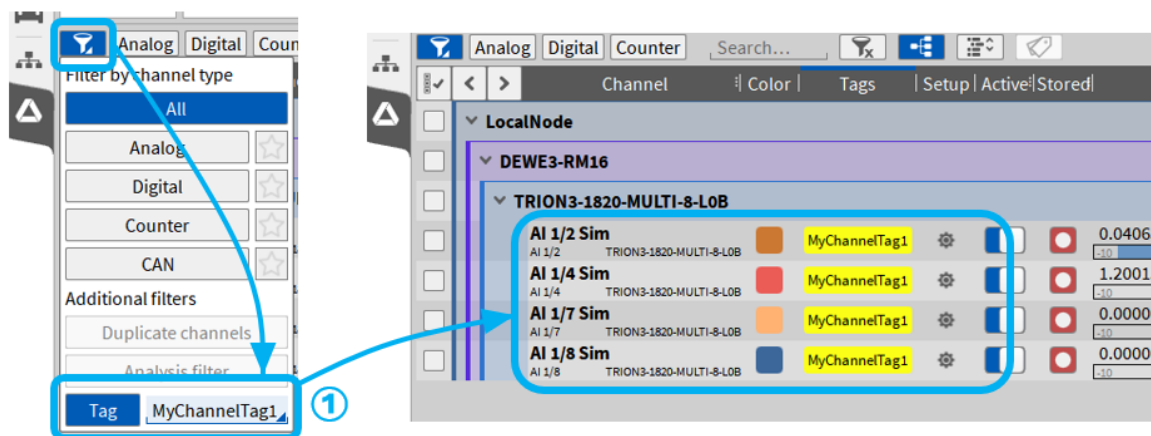

Abb. 7.15: Kanal-Tags in Filteroptionen
Wenn mindestens ein Kanal-Tag definiert wurde, wird eine zusätzliche Option für die Kanal-Tags im Abschnitt „Filteroptionen“ der OXYGEN-Kanalliste angezeigt (siehe ① in Abb. 7.15). Nach Auswahl eines Tags werden in der Oxygen-Kanalliste nur die Kanäle aufgelistet, die dem jeweiligen Tag zugewiesen sind.